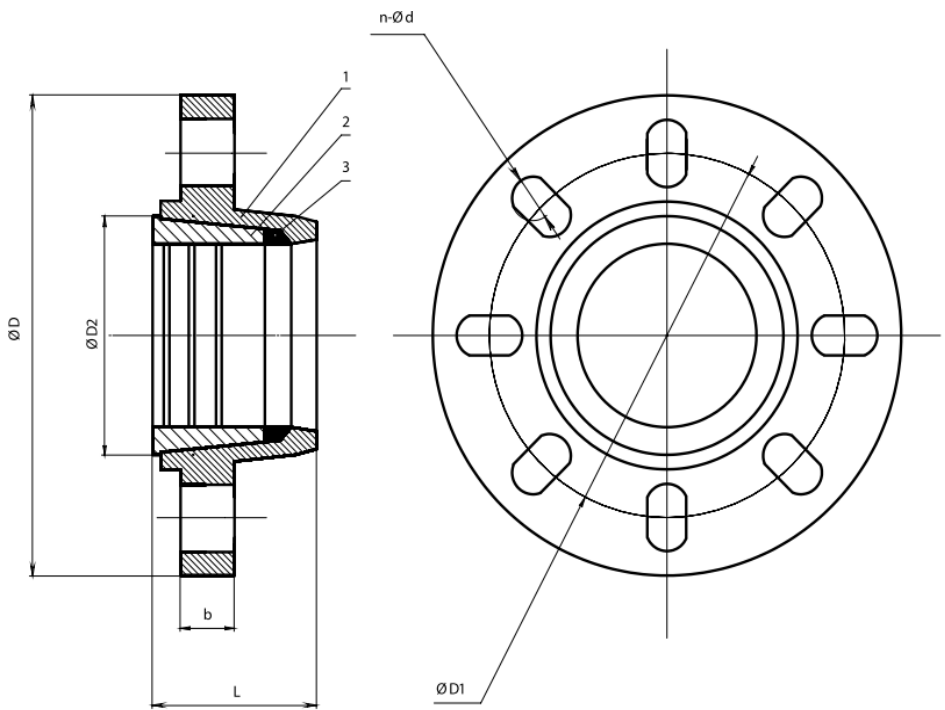

Рис.1
1.3.1. Основные элементы конструкции адаптера приведены в табл.1, на рис.1.
– вставить трубопровод в муфтовую часть изделия, обеспечив плотность прилегания уплотнения и фиксирующего кольца (рис. 1);